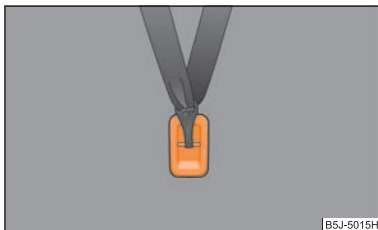

Fig. 129 Scaunul din spate: Top Tether
În unele țări, legea impune echiparea scaunelor din spate cu inele de fixare pentru scaunele pentru copii cu sistem „Top Tether” ⇒ fig. 129.
- Fixați scaunele pentru copii cu sistem „Top Tether” numai în locurile special prevăzute ⇒ fig. 129.